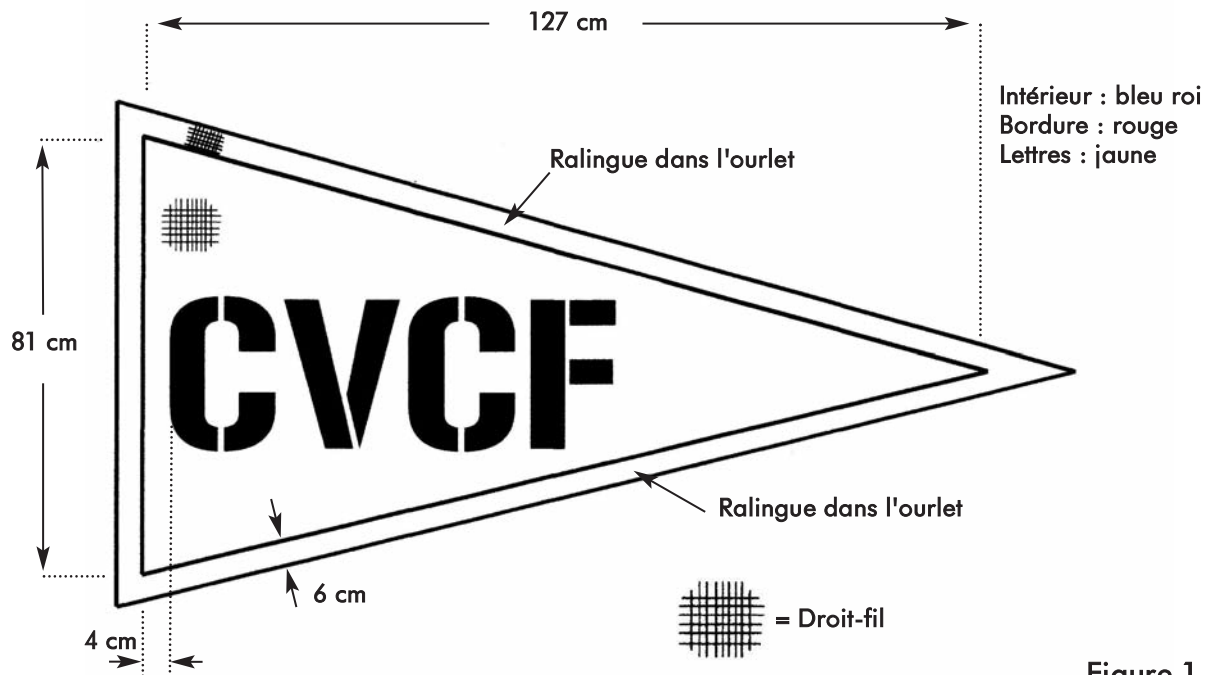
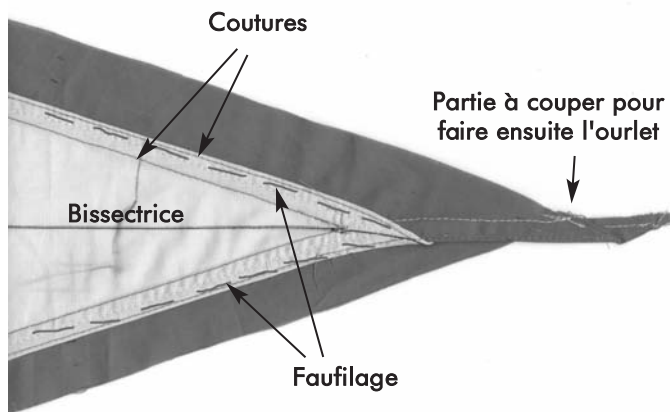

Figure 1
Figure 2 : couture pointe sur l'envers
1. Commencer par tracer le triangle bleu de 81 cm x 127 cm et rajouter 2 cm sur chaque côté pour les coutures (fig. 1). Faire de même avec la bordure rouge largeur 6 cm plus 2 cm sur chacun des grands côtés. Prévoir une longueur plus grande que le côté du triangle (voir méthodes couture de la pointe fig. 2 et 3)).
En se reportant à la figure 1, positionner en s'aidant d'épingles et en faufilant les lettres sur la partie centrale du fanion. Respecter le parallélisme, les écartements et le centrage des lettres. Retirer les épingles, coudre les bords extérieurs des lettres. Utiliser un fil bleu dans la canette et un jaune pour le dessus. Bien régler la tension de la machine pour que le nouage des fils se fasse au milieu de l'épaisseur des tissus. Renforcer avec d'autres coutures à l'intérieur des lettres (voir photo "détail lettre"). Repasser l'ensemble.